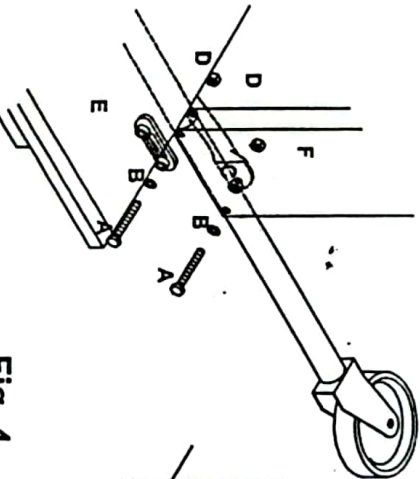

Fig. 4
4- Ensamblar a la pata con la rueda el flanche y en su perforación superior unir además el soporte plástico de seguridad utilizando un perno (A) (Fig. 4), luego en la otra perforación del flanche unir el extremo libre de la barra tensora 1 a las pata con rueda pasando el otro perno (Fig. 4)